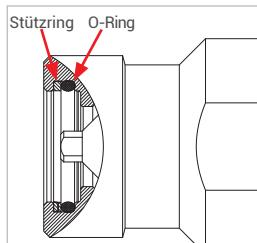

Abbildung 12
- ▶ Kontrollieren Sie vor dem Einsetzen des Nippeleinsatzes (Pos. 7) die beiden Dichtelemente (O-Ring und Stützring, Abbildung 12) auf korrekte Einbaurichtung, richtigen Sitz und Beschädigung. Sollten die Dichtungen beschädigt oder ähnliches sein, tauschen Sie die Dichtungen aus. Beachten Sie hierzu das Kapitel 8.4.1 Austausch der Dichtelemente im Nippeleinsatz (Pos. 7) auf Seite 66.